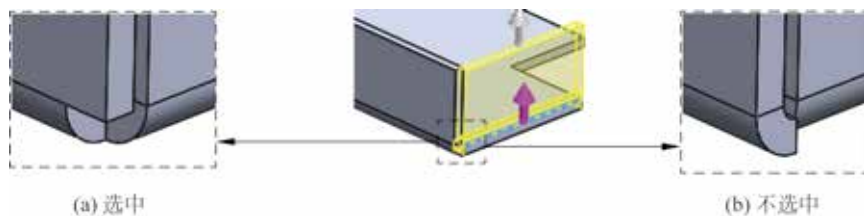

图 5.27 剪裁侧边折弯
- ☒ 剪裁侧边折弯 复选框：用于设置是否移除相邻钣金折弯处的材料，如图 5.27 所示。